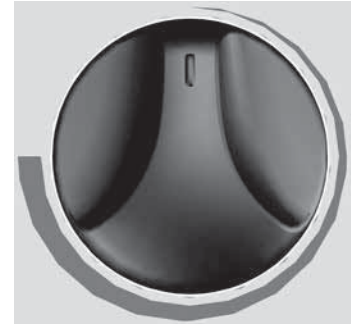

fig. 7
- Zur Aktivierung der Funktion FROSTSCHUTZ drehen Sie den Knopf "A" (Abb. 1) ganz im Gegenuhrzeigersinn (Abb. 7) und wählen die Heizleistung durch Drehen des Knopfes "C". Stellen Sie darüber hinaus sicher, dass der Wahlschalter "E" des Timers in der Position "I" steht.
- Para activar la función ANTICONGELACIÓN, gire la manija "A" (fig. 1) completamente en sentido levógiro (fig. 7) y seleccione la potencia de calentamiento con la manija "C". Verifique también que el selector "E" del temporizador esté alineado con el símbolo "I".